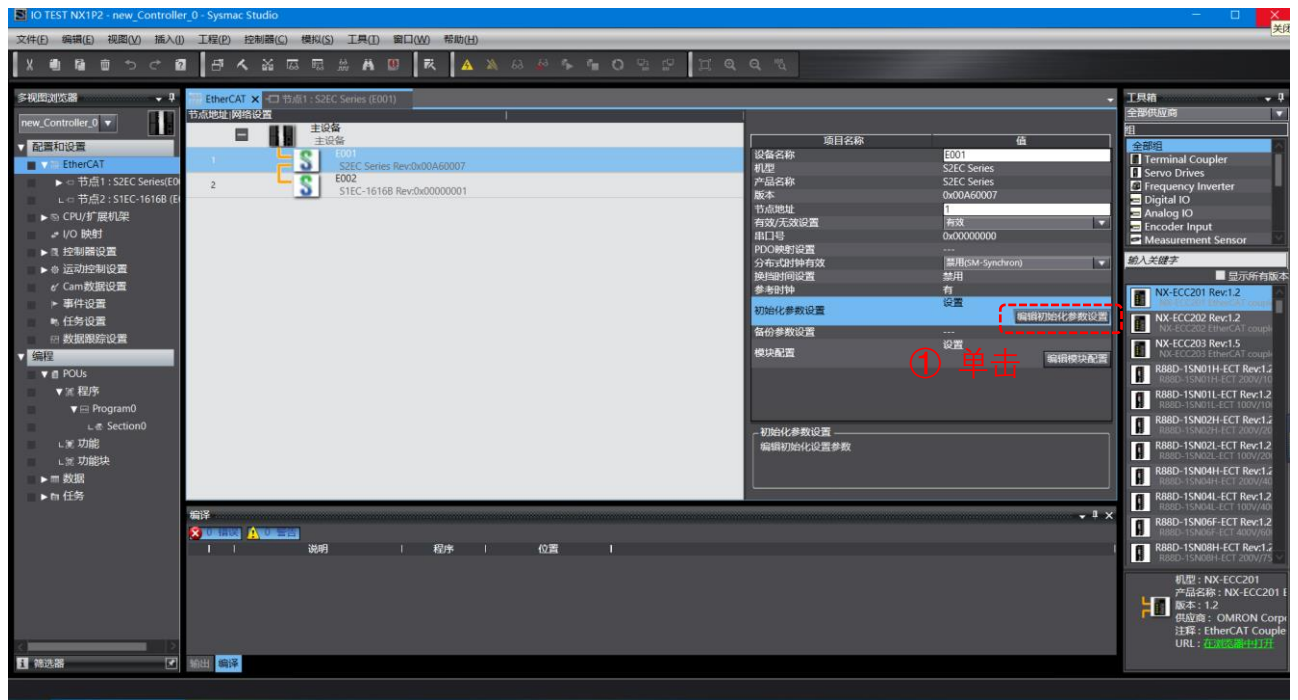

图 3.27
2、初始化参数表编辑法: 点击 “编辑初始化参数设置”, 如图 3.27